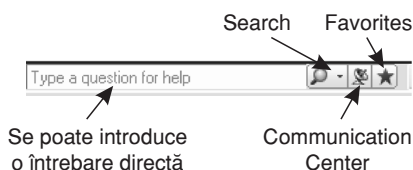
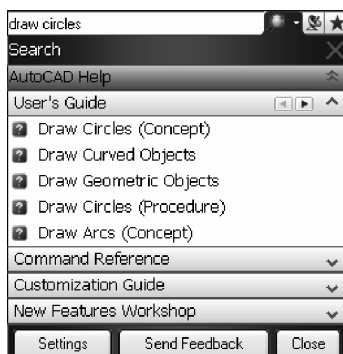

Fig. 3.19 Info Center
Fig. 3.20 Obținerea de asistență prin întrebări directe
- prin folosirea utilitarului **Info Center** se pot obține informații din surse multiple, prin diferite metode – Fig. 3.19: folosind cuvinte cheie sau întrebări directe – Fig. 3.20, folosind panoul **Communication Center** pentru actualizarea programului sau folosind panoul **Favorites** cu locațiile salvate.